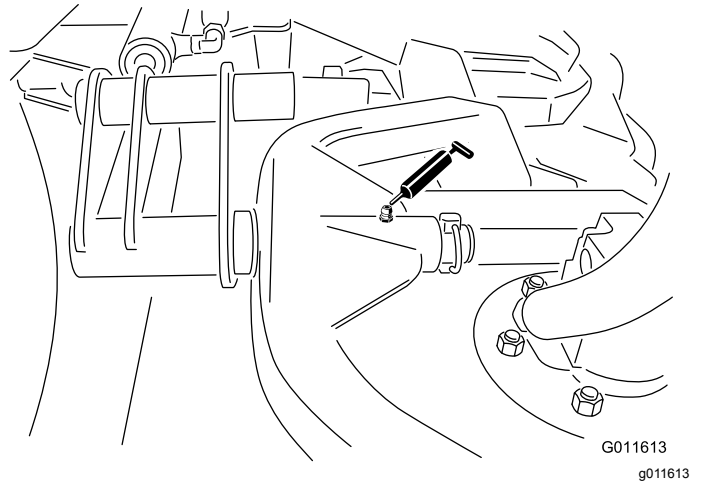

Figura 60
- Perno orientabile del telaio portante degli apparati di taglio (1 ciascuno) - Figura 60